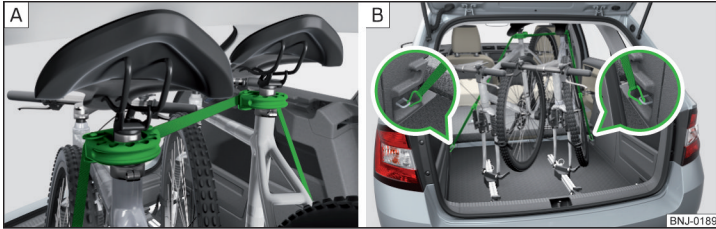

Abb. 126 Stabilität der Fahrräder mit einem Gurt absichern
- › Beim Transport von zwei Fahrrädern den Gurt zwischen den Sätteln spannen, indem die Fahrräder auseinander geschoben werden » **Abb. 126 - [A]**.
- › Die Karabiner an den Gurtenden in die unteren Verzurrösen hinter den Rücksitzen einrasten » **Abb. 126 - [B]**.